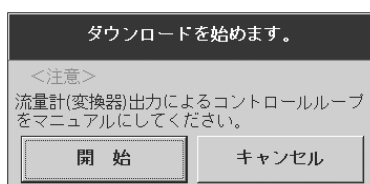

図64
- ② 流量計の確認が終了したら「1. ファイルを開く」に従い、ダウンロードしたいデータを読み出します。
- ③ 画面上部メニューの「ファイル(F)」をクリックし、「データベース(F)」を選び、「ダウンロード(T)」を選び再度クリックします。
- ④ 図64のようなメッセージボックスが現れますので、変換器へデータをダウンロードする場合は「開始」ボタンをクリックしてください。